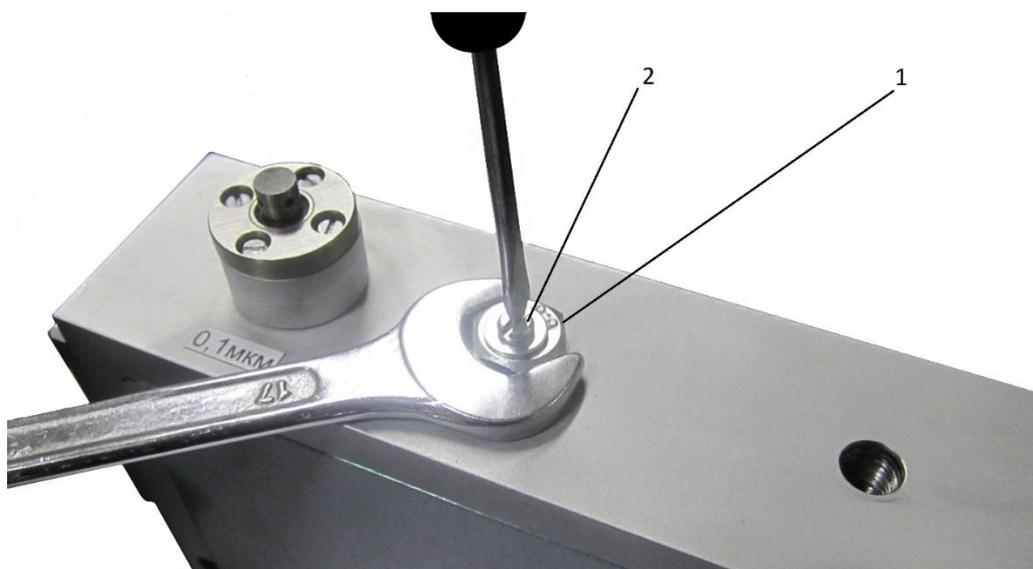

Рис. 2.2. Снятие стопора.
2. Снять стопорение измерительного механизма, устанавливаемое на время транспортирования. Для этого, удерживая ключом головку болта 1, вывернуть полностью стопорный винт 2. Затем вывернуть болт 1. (Рис. 2.2)